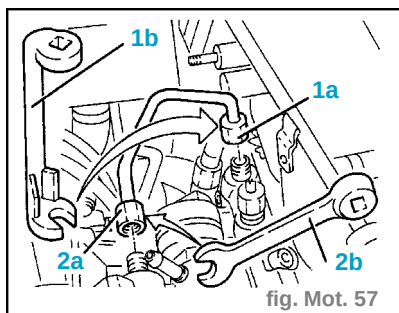

fig. Mot. 57
- Détacher du tube collecteur de retour du combustible le tube de retour (2) de la pompe de pression.
- Détacher le tube d'entrée du combustible (4) de la pompe de pression.
- Dévisser l'embout (1a) côté collecteur tuyau de la pompe de pression vers collecteur du combustible avec l'outil (1b) 1.870.672.000. (fig. Mot. 57)
- Monter le tuyau de la pompe de pression vers le collecteur du combustible et le fixer avec l'embout (2a) côté pompe de pression au couple prescrit avec l'outil (1b). (fig. Mot. 57)